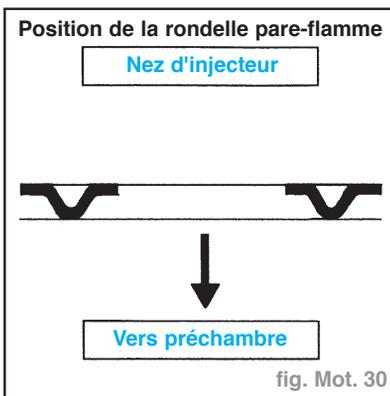

fig. Mot. 30
- Attention au sens de montage (fig. Mot. 30).